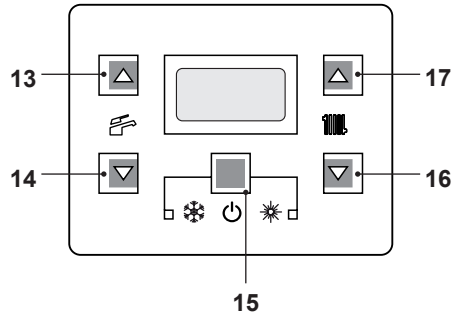
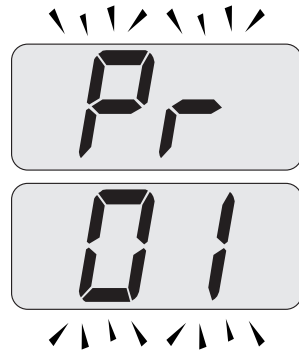
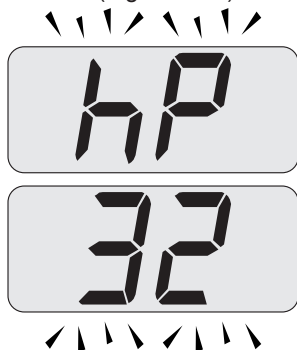

Figura 9.21
Figura 9.22
Figura 9.24
- Entrare in "modalità programmazione" premendo contemporaneamente per 10 secondi i tasti 15 - 16 - 17 (Figura 9.21) fino a far apparire sul display LCD le lettere **Pr** che si alternano con il codice **01**, indicanti l'entrata nel "parametro 01" (Figura 9.22).
- Premere contemporaneamente i tasti 16 e 17 (Figura 9.21) fino a far apparire sul display LCD le lettere **LP** che si alternano con il valore di temperatura dell'acqua di riscaldamento (es. **45**), indicanti l'entrata nell'attivazione della "funzione spazzacamino" alla potenza minima in sanitario (Figura 9.23).
- Premendo il tasto 17 (Figura 9.21) è possibile variare la potenza in modalità spazzacamino: con visualizzazione sul display LCD delle lettere **hP** che si alternano con il valore di temperatura dell'acqua di riscaldamento (es. **32**), siamo in "funzione spazzacamino" alla potenza minima in riscaldamento (Figura 9.24).
- Ripremendo contemporaneamente per 10 secondi i tasti 15 - 16 - 17 (Figura 9.21) si esce dalla "modalità spazzacamino" e si ritorna allo stato di caldaia precedentemente impostato (Figura 9.27).